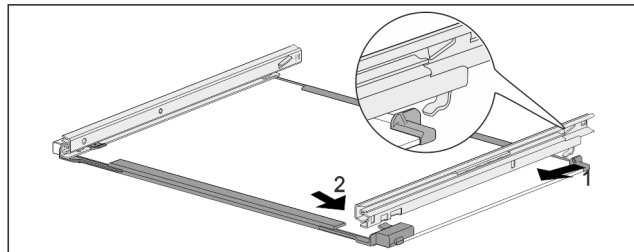

Fig. 82 Steklena plošča z vodili
- ▶ Vodilo obesite na kavelj na zadnji strani. Fig. 82 (1)
- ▶ Vodilo zaskočite na sprednji strani. Fig. 82 (2)